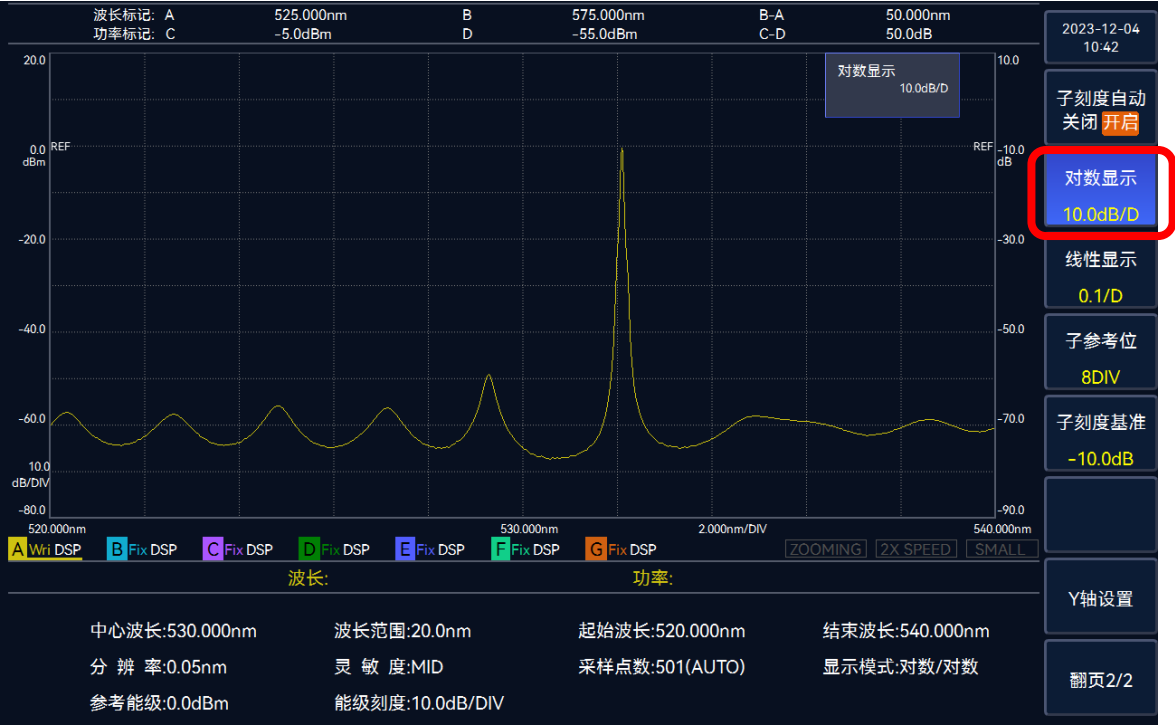

图 3.30 设置子参考对数刻度界面
2. 选择【对数显示】，通过旋钮或者数字键输入对数刻度值完成设置，操作界面如图 3.30 所示。